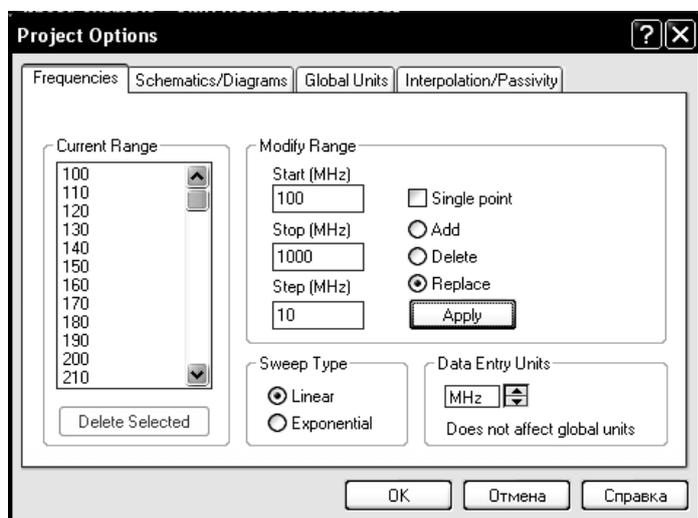

Рис. 2.9
- Отметьте **Replace** (Заменить). Наберите **100** в поле **Start** (Начальная частота), **1000** в поле **Stop** (Конечная частота) и **10** в поле **Step** (Шаг). Нажмите **Apply** (Применить). В окне **Current Range** (Текущий диапазон) отображается частотный диапазон с заданным шагом по частоте (рис. 2.9). Нажмите **OK**.